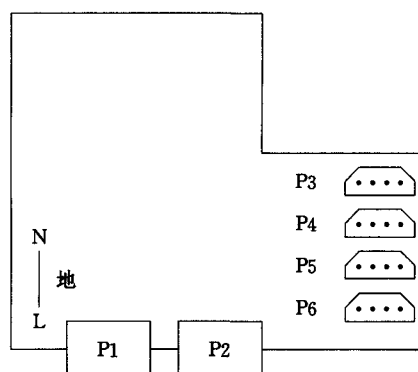

图2 P1—P6插头位置图
4. 从电源板上（如图 2）将三条输入电源线从 N，地，L 三个端子上取下，拔下与电源板连接的 P3，P4，P5 和 P6（备用）插头，然后将电源板从与工作站母板相连的 P1，P2 口拔出。